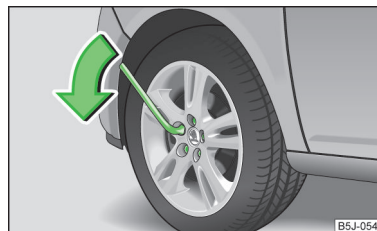

Fig. 141
- Prindeți cu mâna capătul cheii și rotiți șurubul aproximativ o rotație în sensul săgeții » fig. 141.
- Prindeți cheia de capăt și rotiți șurubul în sens opus săgeții » fig. 141, până când se strânge ferm.